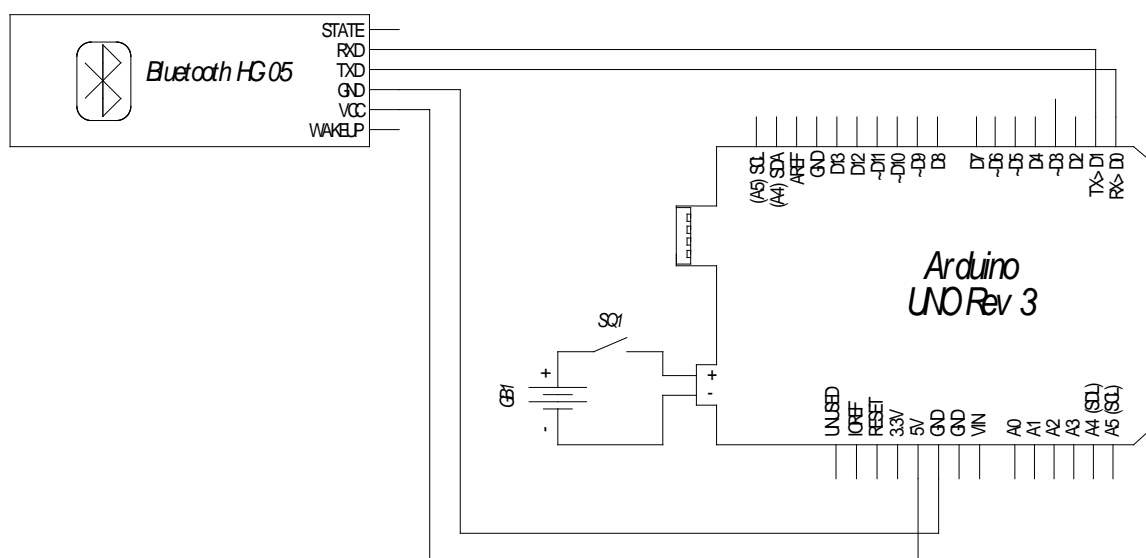

Рис. 2 – Принципиально-электрическая схема
К контроллеру через пины RX и TX подключен модуль Bluetooth HC-05. Они используются для получения (RX) и передачи (TX) данных по последовательному интерфейсу (Рис. 2).